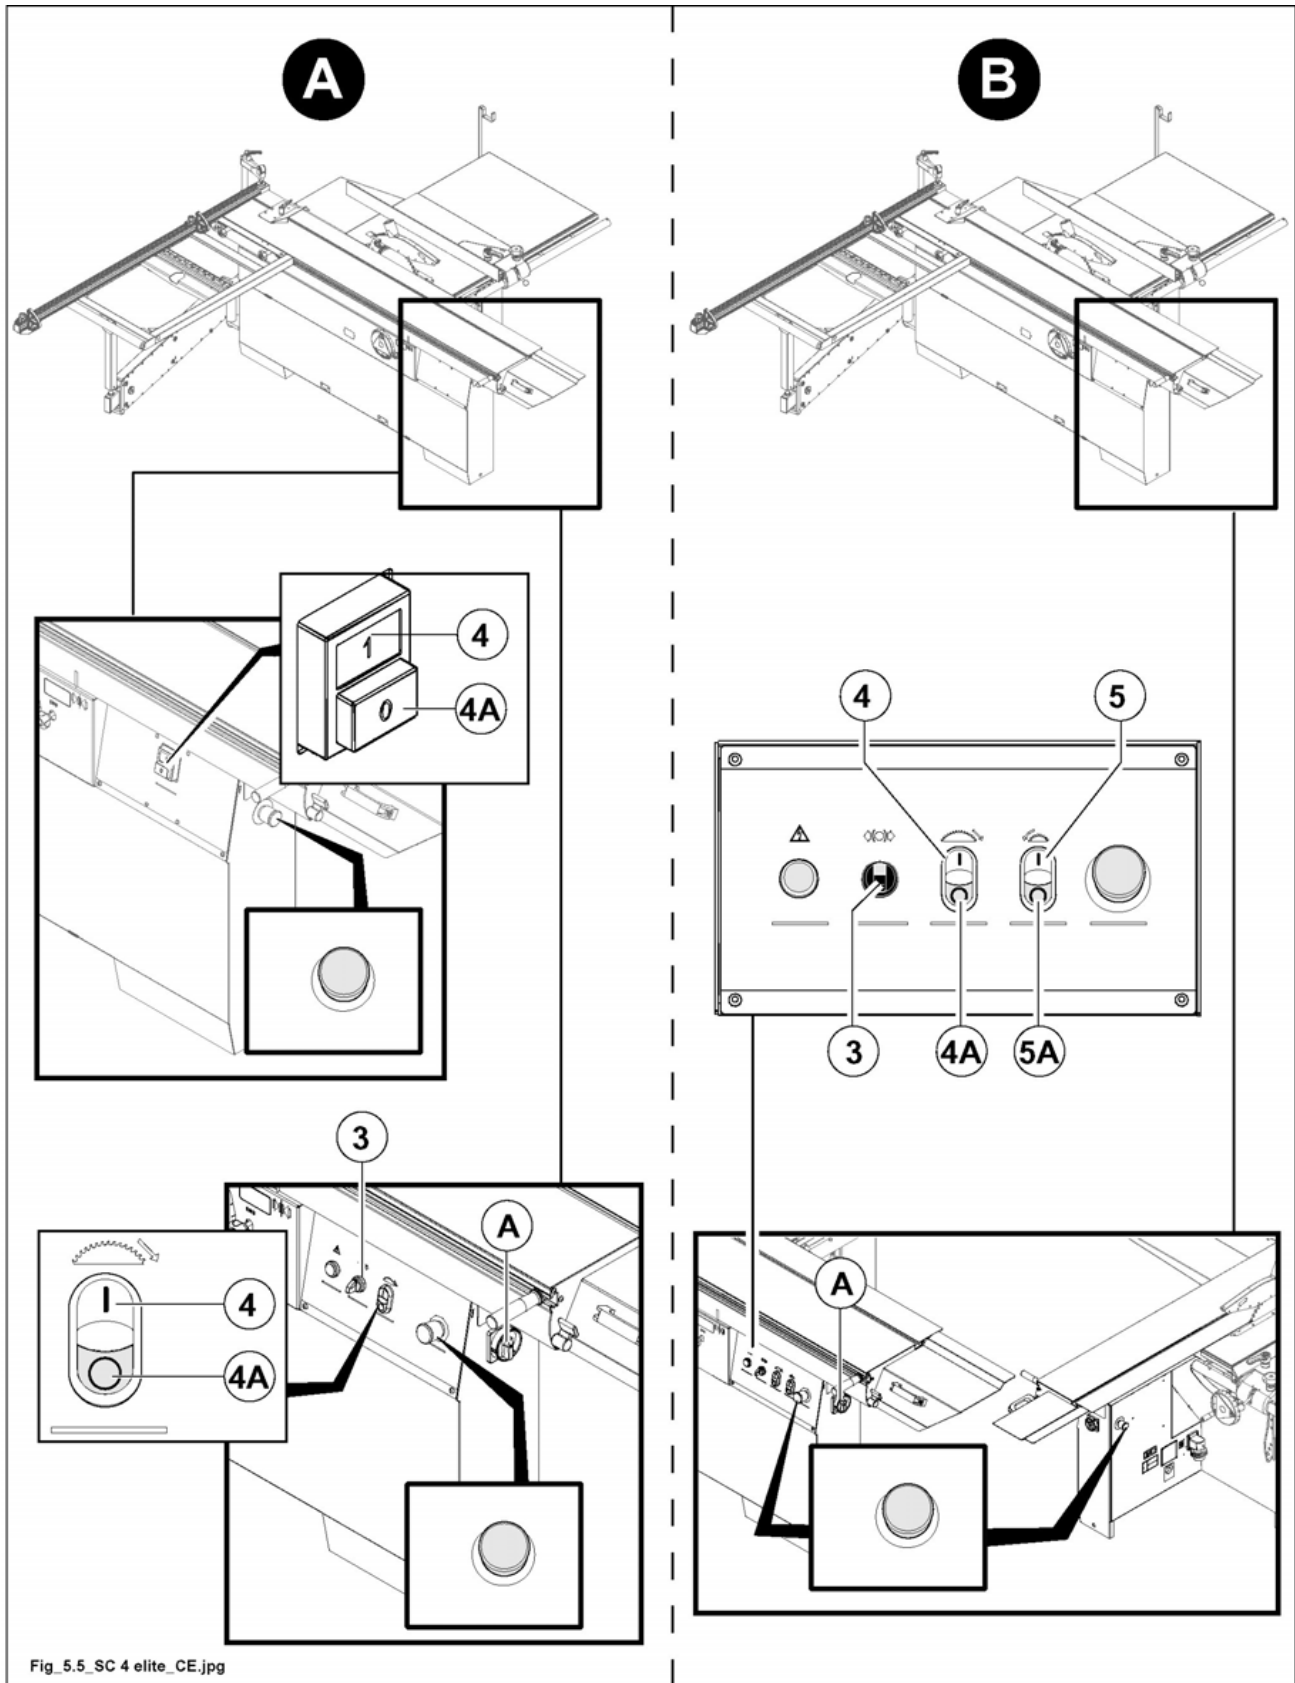

Abb. 5.5
- Der Hauptschalter (magnetothermischer Schalter, A Abb. 5.5) auf I (ON) gedreht ist.
- Wählschalter zum Lösen der Bremse (3 Abb. 5.5), **OPT** für **CE**, auf  gedreht ist (Meldelampe verlöscht).
- 1) Drucktaster (4 Abb. 5.5) drücken um den Sägemotor zu starten.
- 2) Drucktaster (5 Abb. 5.5) drücken um den Ritzsägemotor zu starten.
Meldlampe (4 Abb. 5.5) angezündet.*
Zur Stillsetzung des Hauptsägeblattes Drucktaster (4A Abb. 5.5) drücken.
Drehen Sie den Hauptschalter (A, Abb. 5.5) in die Position 0.
Zur Stillsetzung der Ritzsäge Drucktaster (5A Abb. 5.5) drücken.
*es ist verboten den Motor zu stoppen durch Drehen des Wählschalters (3 Abb. 5.5), OPT für CE,